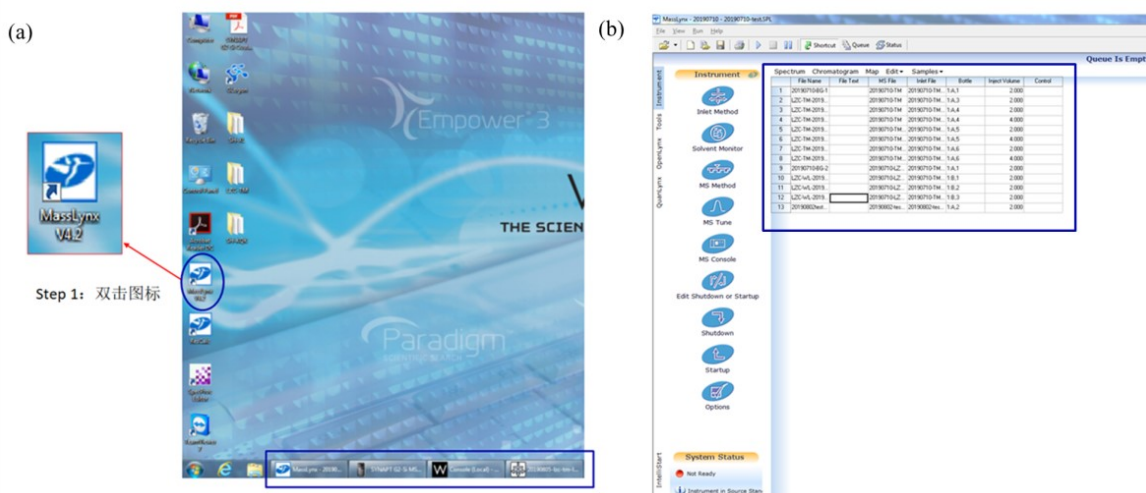

图 6-3
(2) 如图(b), 如界面显示“LIMS User”, Account 显示 Administrator, 请与相关老师联系。
Step1. 点击电脑桌面Masslynx图标(图6-3(a)), 进入Masslynx操作界面(图6-3(b)), 当前显示为上一次仪器实验的测试序列(图6-3(b)蓝色方框显示)。
➤ **注:** 测试结束, 通常不关闭Masslynx软件操作界面, 主窗口及子菜单操作窗口会显示在电脑桌面下方(图6-3蓝色方框显示), 直接点击Masslynx图标即可。